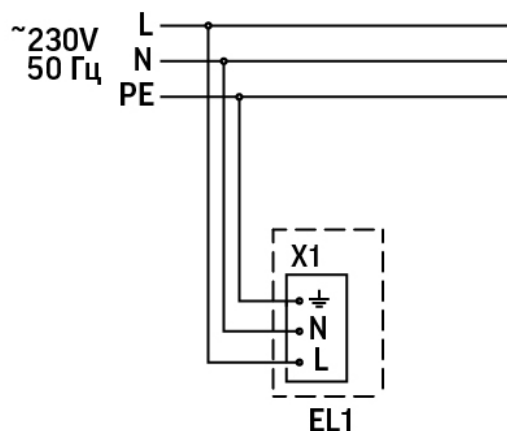

Рис. 1
2. В резьбовые отверстия светильника установить Винт установочный М5х20 (входит в комплект). У светильника имеется 3 элемента подвеса: 2 троса и третий – это провод с фиксатором, фиксатор показан слева на рис. 1;